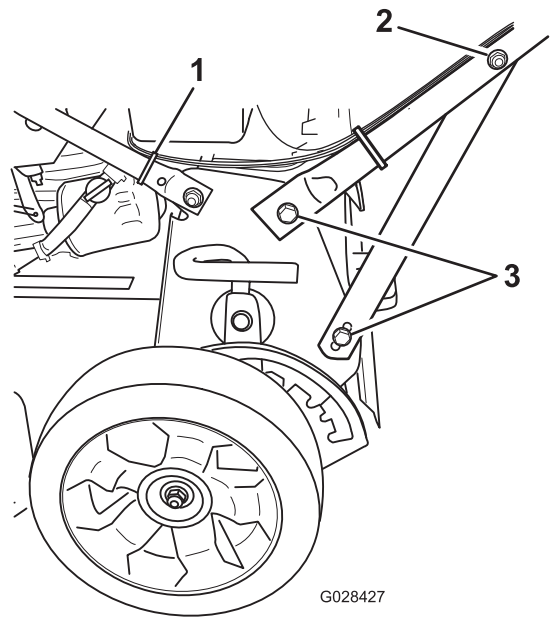

Bild 5
2. Mutter an Holmstützhalterung (2)
3. Schraube (4)
5. Bringen Sie eine Kabelbinde an, um die Kabel an der in Bild 5 abgebildeten Stelle am Holm zu befestigen; schneiden Sie überschüssiges Material von der Kabelbinde ab.
4. Ziehen Sie die Befestigungen an beiden Seiten der Maschine an, die den Holm stützen, wie in Bild 5 abgebildet.